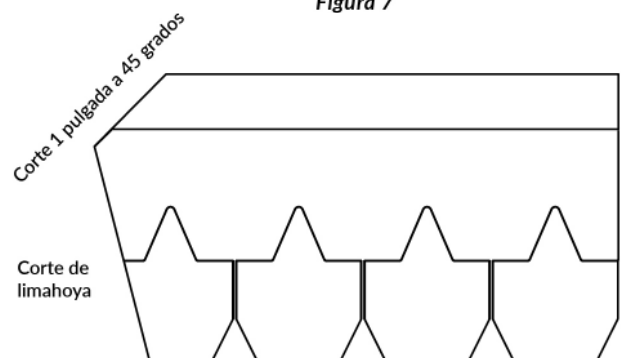

Figura 8
F-Wave recomienda el uso de un método de limahoya descubierta. Para conocer otros métodos de instalaciones de limahoyas, visite f-wave.com y consulte el boletín técnico actual. Es importante tener en cuenta que todos los tapajuntas de limahoyas deben estar colocados antes de instalar las tejas cerca de las limahoyas. Para la aplicación, comience con una capa de una membrana impermeabilizante autoadherente de superficie lisa, no granulada de un mínimo de 36 pulgadas (915 mm) de ancho e instálela directamente sobre la plataforma de techo. En seguida, sujete la capa base sobre la membrana impermeabilizante autoadherente de superficie lisa, no granulada por 6 pulgadas (152 mm). Corte 1 pulgada (25 mm) a un ángulo de 45° de la esquina superior de la teja que entra a la limahoya. Vea la figura 8.
- Instale la primera hilera de tejas a lo largo del alero hasta que llegue al centro de la limahoya. Recorte la teja en la limahoya de manera que coincida con la línea de tiza y que también tenga un corte de 1 pulgada (25 mm) a un ángulo de 45° de la parte superior de la teja. Vea la **figura 8**.